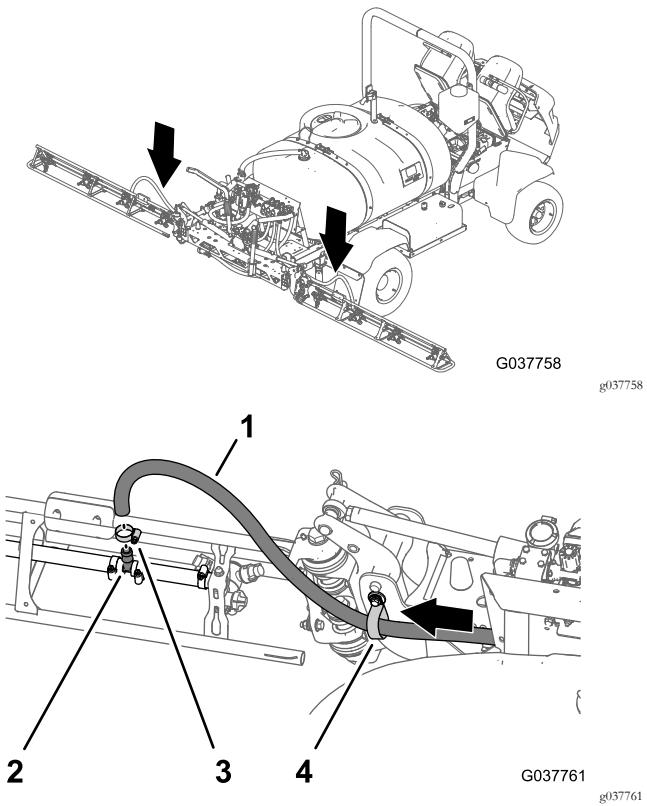

图86
3. 将右喷洒臂供水软管穿过中央喷洒臂段端部的支撑夹具 图86。
- 4. 将中央喷洒臂供水软管安装到右喷洒臂段的 T 形接头上 图86。